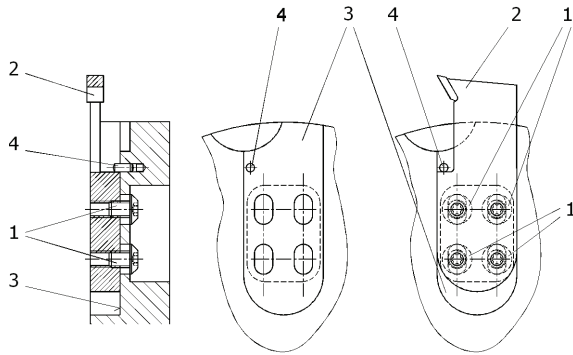

Abb. 1
(s. Abb. 1)
2. Schrauben (1) mit Torxschlüssel lösen und vollständig aus dem Messersitz entfernen.
3. TOP-FIT Nutmesser (2) aus der Messeraufnahme entfernen.
4. Messeraufnahme (3) und alle dazugehörigen Einzelteile reinigen. Darauf achten, dass alle Spannflächen frei von Verschmutzungen, Öl, Fett und Wasser sind.
5. Neues TOP-FIT Nutmesser präzise einsetzen (s. Abb. 1).
6. Die richtigen Schrauben wieder einsetzen und das TOP-FIT Nutmesser sauber an den Positionierstift (4) drücken.